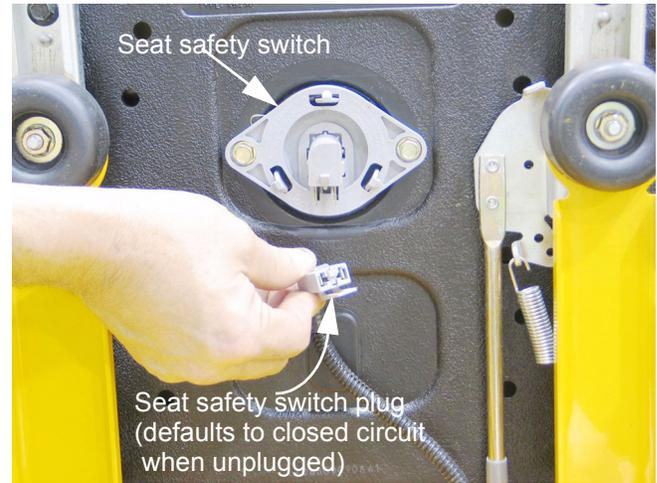

Figure 28.12
28.12. **Seat safety switch:** See Figure 28.12.